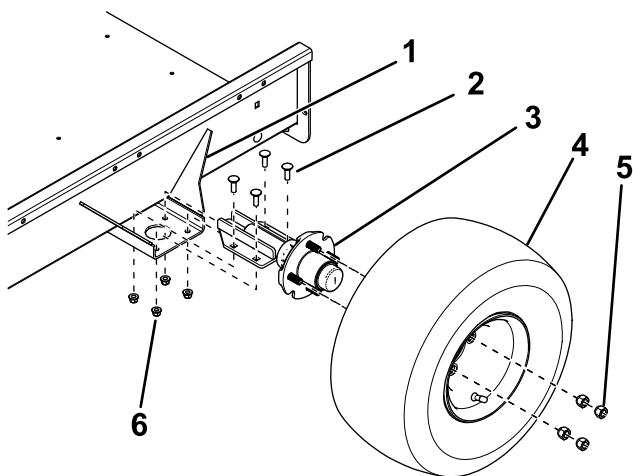

Bild 2
2. Befestigen Sie die Achse mit den vier Schlossschrauben und vier Sicherungsmuttern an der Oberseite der Befestigungshalterungen an jeder Seite der Ladepritsche des Anhängers, wie in Bild 2 abgebildet.
3. Montieren Sie ein Rad mit vier Radnabenmuttern (Bild 2) an jeder Radachsennabe und ziehen Sie die Muttern mit 108,5 N·m an.
3. Stellen Sie die Stellung der Befestigungshalterungen der Achse ein, sodass der vordere Abstand Mitte-zu-Mitte ungefähr 3 mm geringer ist als der hintere Abstand Mitte-zu-Mitte (**Bild 2**).